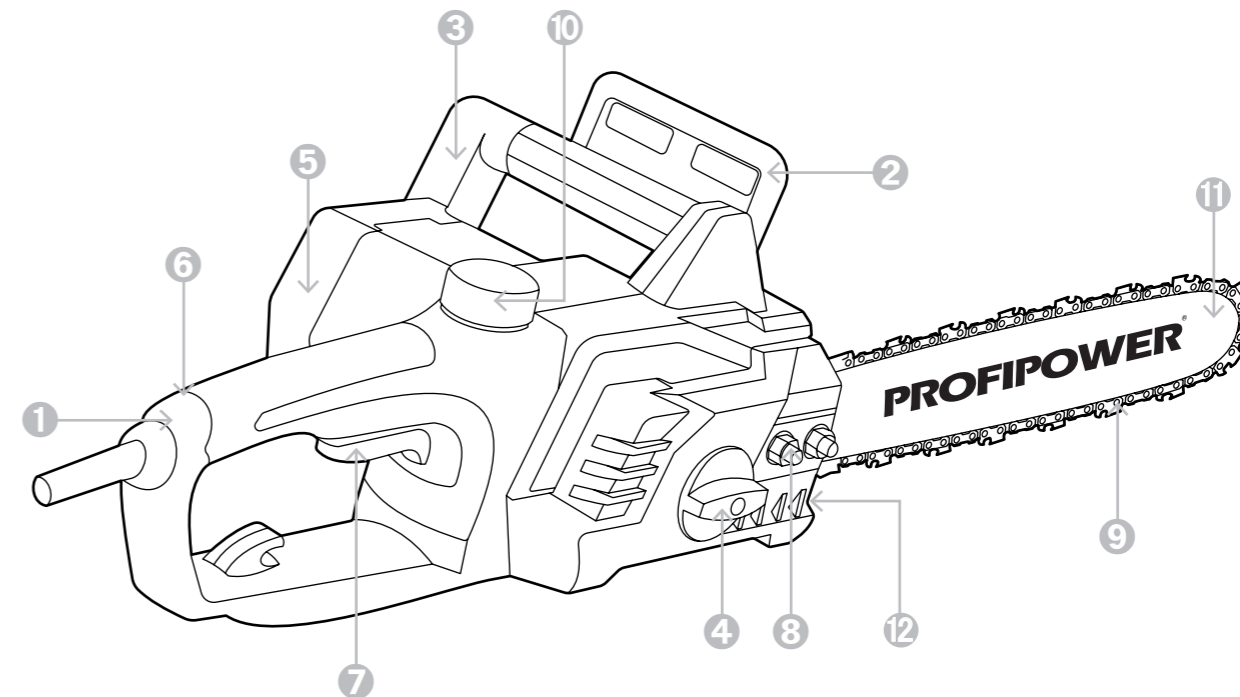

Рисунок 1.5. Устройство инструмента
- Положите инструмент на ровную поверхность. Цепь «9» закрепите на пильной шине «11» (рисунок 1.5.). Обратите внимание на правильность направления движения цепи. Убедитесь, что направление цепи соответствует направлению установленного момента распиловки.
- Отверните пробку бака (рис.1.5. поз.10);